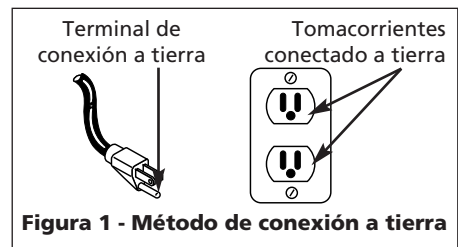

Figura 1 - Método de conexión a tierra
- Este producto está diseñado para circuitos nominales de 120 voltios y tiene un enchufe para conexión a tierra similar al de la Figura 1. Cerciórese de conectarlo a un tomacorrientes cuya configuración sea similar a la del enchufe. Este producto se debe conectar a tierra. En caso de que ocurra un cortocircuito, ésto evitaría el riesgo de choque eléctrico al ofrecerle un cable de desvío a la corriente eléctrica. Este producto tiene un cordón con un alambre y terminal de conexión a tierra. Debe conectarlo a un tomacorrientes que esté instalado adecuadamente según los códigos y ordenanzas locales.